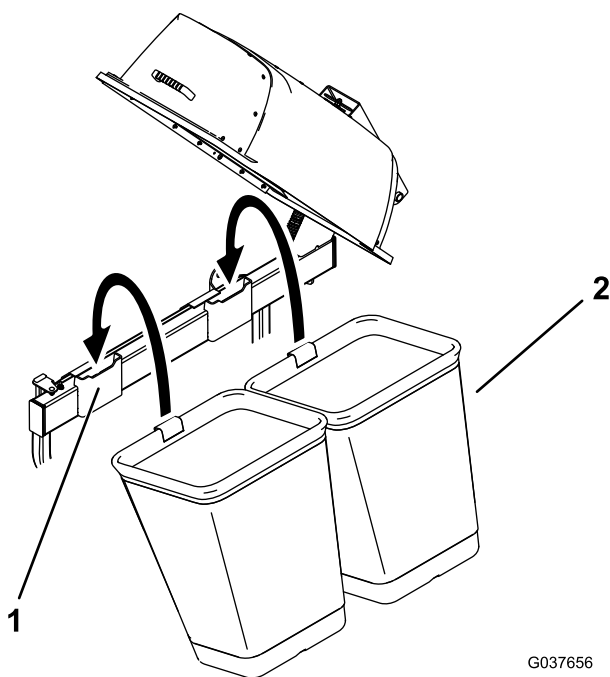

Bild 20
4. Setzen Sie die Grasfangkörbe auf die Befestigungen für die Fangkörbe (Bild 20).